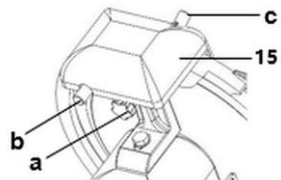

Рис. 10
7. Утримувати кнопку (b, рис. 10 ) на задній стороні точилки (1) і залишити пристрій увімкненим приблизно на 60 секунд, щоб на ножі утворилася задирка.